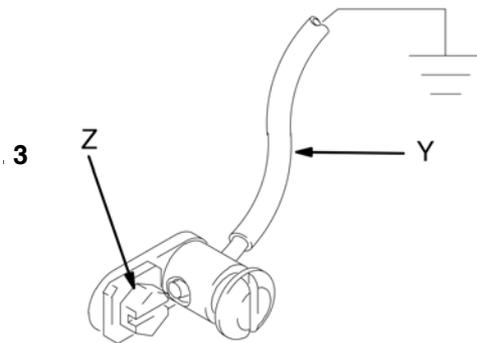

ABB. 1
1. *King-Pumpen*: Erdungsleiter und Klemme verwenden. Siehe Abb. 1. Die Erdungsschraube (Z) entfernen und durch die Öse der Ringklemme am Ende des Erdungskabels (Y) einführen. Die Erdungsschraube wieder an der Pumpe befestigen und gut festziehen. Das andere Ende des Kabels mit einer guten Erdleitung verbinden. Zu bestellen: Erdungskabel und Klammer, Teile-Nr. 222011.